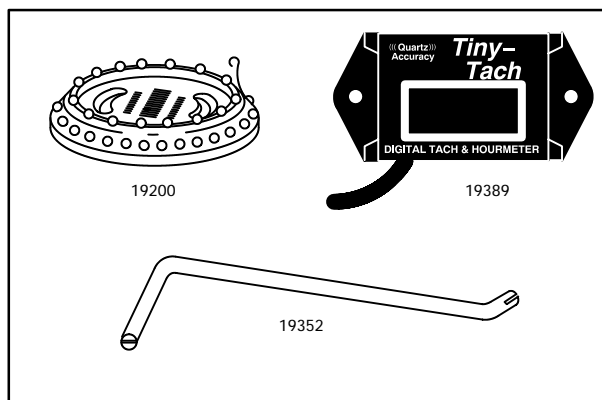

Fig. 9
- Ferramentas necessárias, Fig. 9: